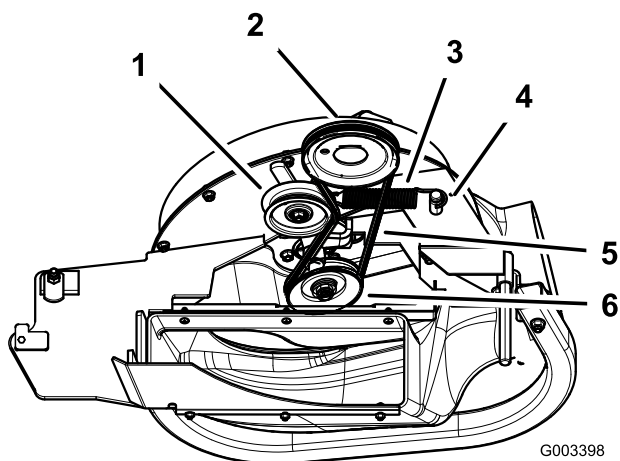

Рисунок 35
3. Потяните подпружиненный натяжной шкив назад, чтобы снять натяжение ремня (Рисунок 35)
5. Проложите новый ремень вокруг шкивов вентилятора и шкива деки газонокосилки (Рисунок 35).
7. Потяните подпружиненный натяжной шкив назад и наденьте на него ремень (Рисунок 35)